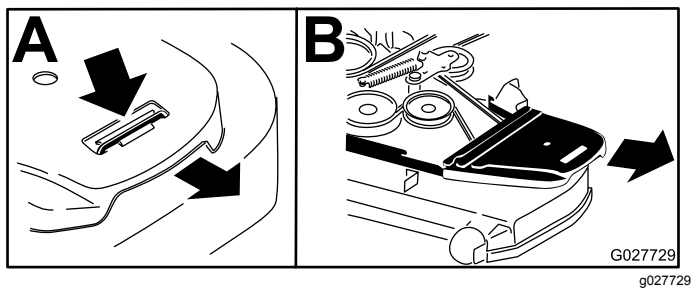

Figura 85
6. Retire las cubiertas de las correas y los pernos que están sujetos a las mismas (Figura 85).